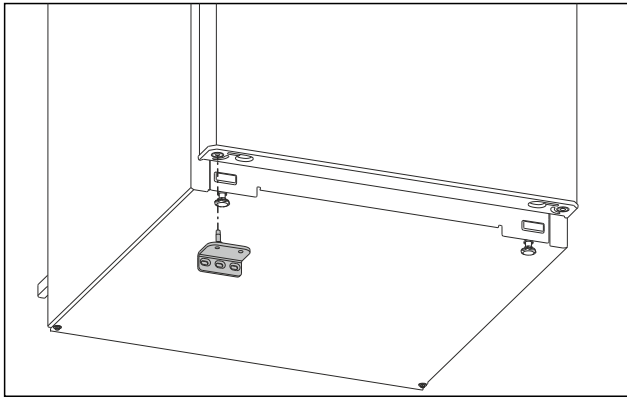

Fig. 16
- Unteren Lagerbock auf der Gegenseite einsetzen. (siehe Fig. 16)